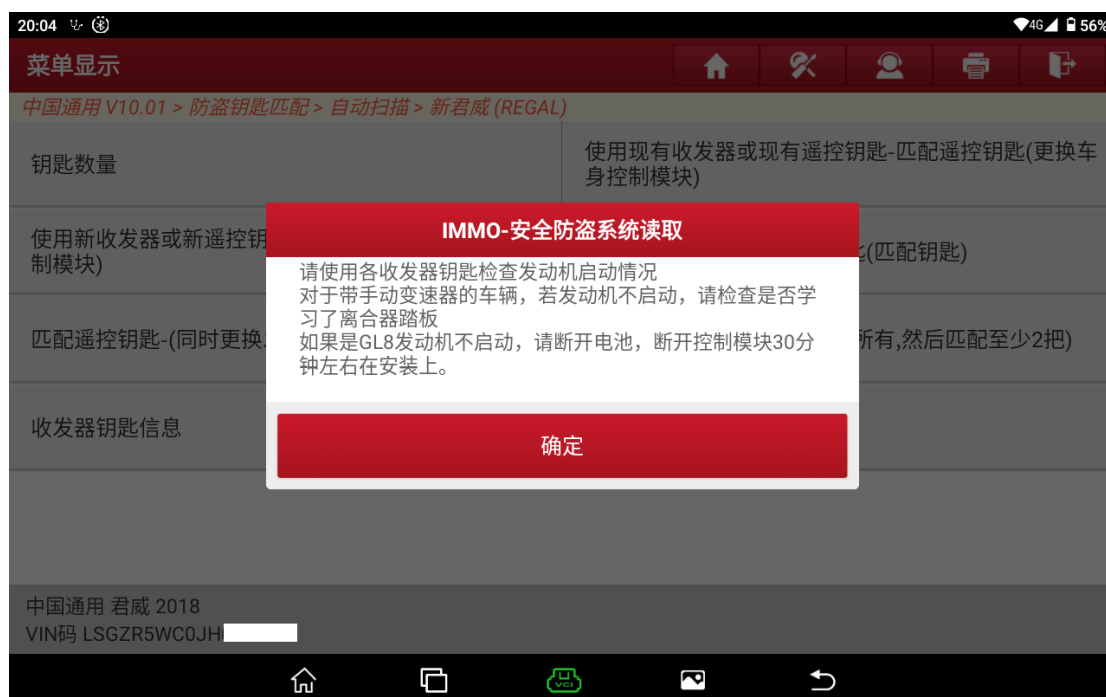

图 35
35. 请使用各收发器钥匙检查发动机启动情况，如果是手动变速器，请学习离合器踏板，如图 35。